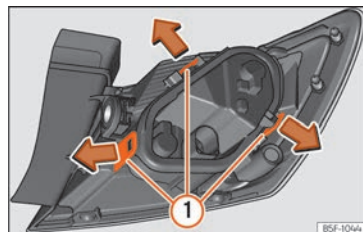

Abb. 64 Befestigungslaschen Rückseite Heckleuchte.
- Bauen Sie den Lampenträger » **Abb. 64** aus, indem Sie die Befestigungslaschen (1) entriegeln.